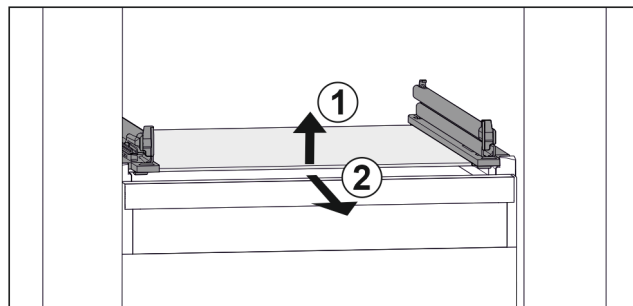

Fig. 139 Klaasplaadi näitlik kujutis
- ▶ Tõstke klaasplaat eest üles. Fig. 139 (1)
- ▶ Võtke klaasplaat ettepoole välja. Fig. 139 (2)